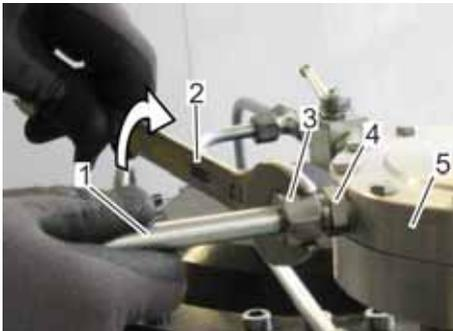

Abb. 19: Atmungsleitung des Messwerks festdrehen
4. ➤ Die Überwurfmutter (Abb. 19/3) mit einem Gabelschlüssel SW 22 (Abb. 19/2) festdrehen. Dabei den Stutzen (Abb. 19/4) am Messwerkdeckel (Abb. 19/5) mit einem 2. Gabelschlüssel SW 22 gehalten.